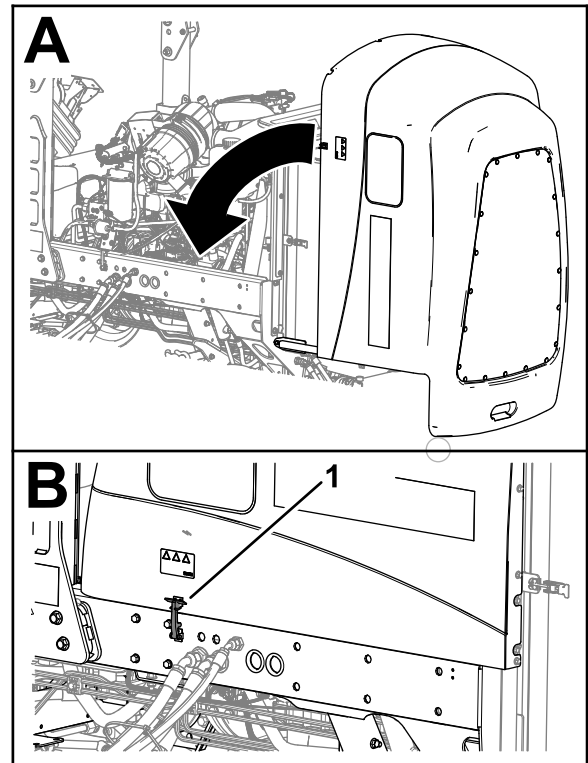

Figura 59
1. Rode cuidadosamente o capot até fechar (Figura 59).